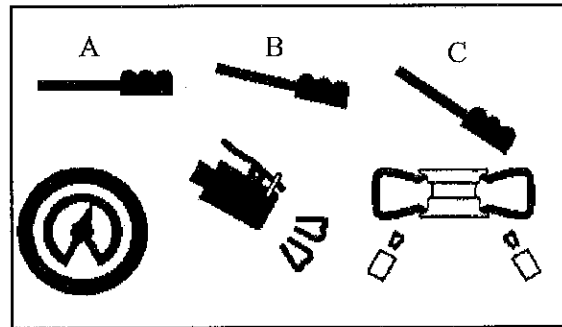

Fig 14
- Appuyer sur la pédale de gonflage dans la position intermédiaire (B - Fig.14).
- Appuyer à fond la pédale (C - Fig. 14). Un jet d'air puissant sortira des buses qui se trouvent sur les support coulissants en permettant le tallonage.
- Relâcher le pneumatique et soulever doucement le pied pour remettre la pédale de gonflage dans la position intermédiaire (B - Fig.14).